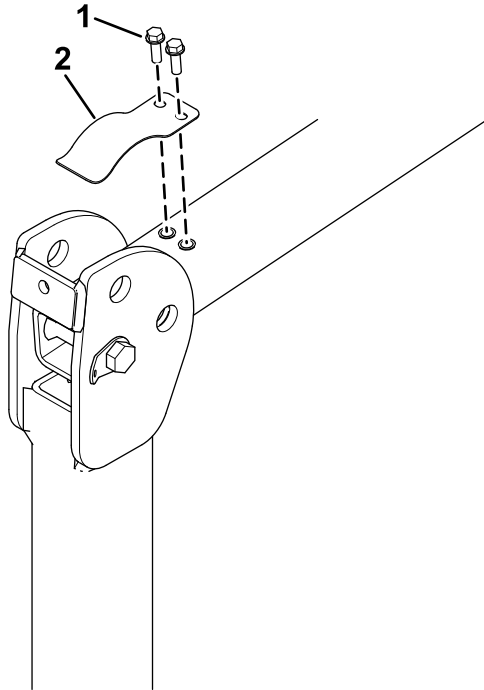

Figura 7
1. Con il roll bar in posizione abbassata, rimuovete le molle a balestra antirumore (Figura 7) da ciascun lato del roll bar.